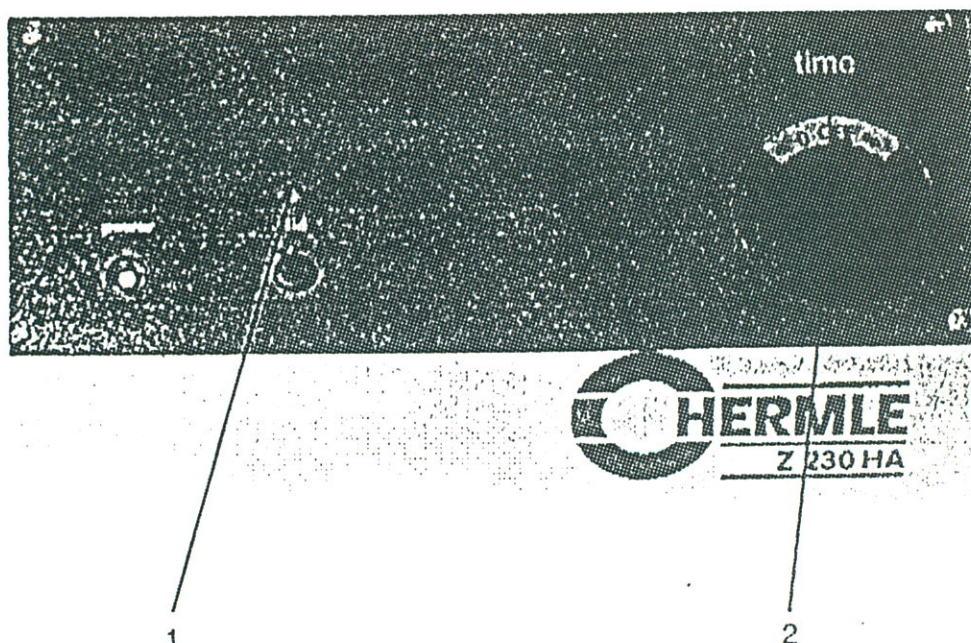

Fig. 10
Når timerknappen (2) drejes modurs til tegnet 00, vil centrifugen køre konstant til knappen igen stilles på "OFF". (Se fig. 10).